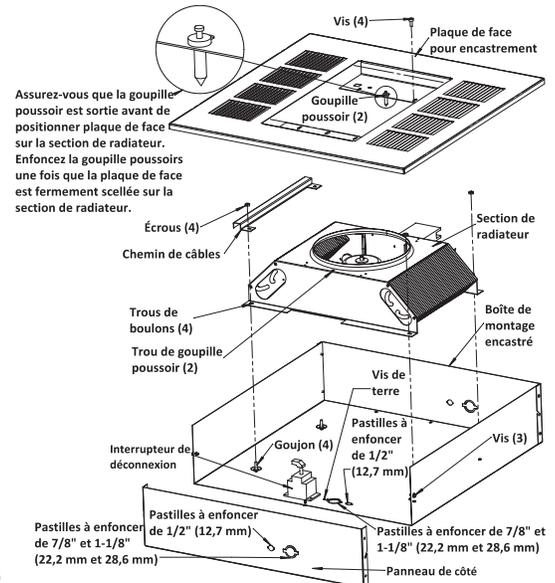

Figure 3
1. Enlevez le boîtier de montage encastré (Figure 3) du carton contenant l'enceinte de montage encastré, de type REA.
2. Enfoncez l'une des pastilles et installez-y un serre-câble ou serre-conduit (Figure 3).
3. Retirez l'une des ouvertures amovibles à proximité de la vis de terre et installez un connecteur de câble ou de conduit (Figure 3)
4. Installez l'interrupteur de coupure optionnel (si nécessaire) comme c'est montré en Figure 3.
8. Positionnez la section de radiateur par-dessus les goujons du boîtier de montage encastré (Figure 3).
- Poussez la section chauffante sur les goujons et serrez fermement les deux écrous (fournis) sur les goujons pour fixer la moitié de la section chauffante opposée aux fils gainés au boîtier de montage encastré. Poussez la conduite sur les goujons en vous assurant que les fils gainés sont dans la conduite, puis serrez fermement les deux écrous (fournis) sur les goujons pour fixer la conduite et l'autre moitié de l'appareil de chauffage au boîtier de montage encastré (Figure 3).
- Enlevez la plaque de montage encastré (Figure 3) du carton contenant l'enceinte de montage encastré, de type REA.
REMARQUE : Assurez-vous que la goupille poussoir dans chaque extrémité de la grille de soufflage est tirée en position sortie pour permettre aux corps de goupille de bien entrer dans les trous de la section de radiateur (Figure 3).
- Installez et serrez bien quatre vis (fournies) pour retenir la plaque de face pour encastrement avec la section de radiateur (Figure 3).